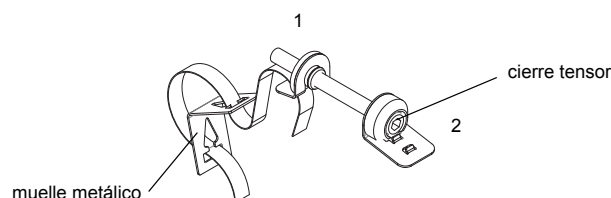

Fig. 9.49: Cierre tensor, muelle metálico con abrazadera de tensión
- Hacer pasar aprox. 20 mm de la abrazadera de tensión a través de la ranura de la pieza (1) del cierre tensor (véase Fig. 9.49). Doblar el extremo de la abrazadera hacia atrás.